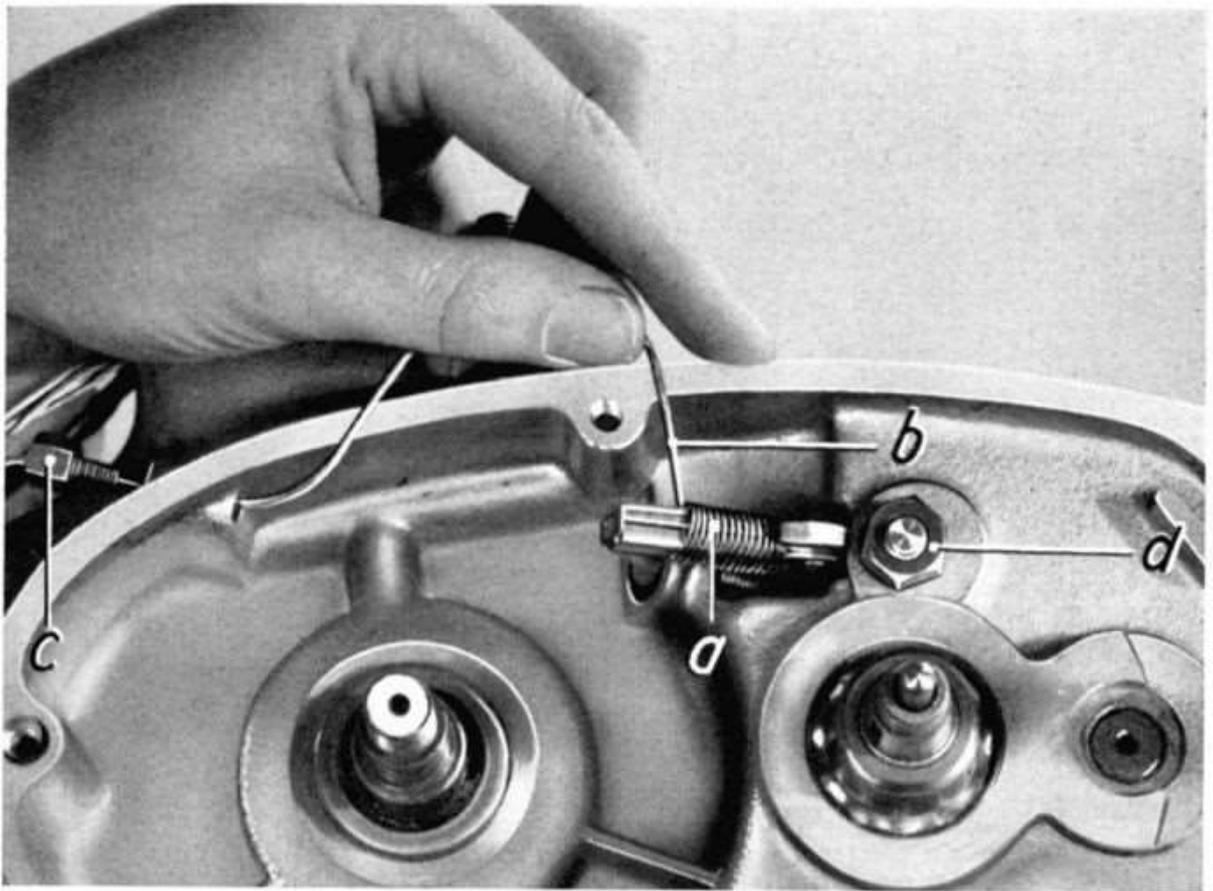

BILD 25
Achtung! Mutter unter dem Kupplungsgehäuse SW 14 dient, anders als beim 98 ccm Motor, zur Befestigung des Exzenterbolzens mit Sperrklinke und darf nur entfernt werden, wenn dieser Bolzen ausgebaut werden muß. (Siehe Bild 25, d.)
3. **Zugseil** in Seilzughalter einhängen, zuvor Sicherungsfeder zurückziehen (Bild 25, a-b-c).